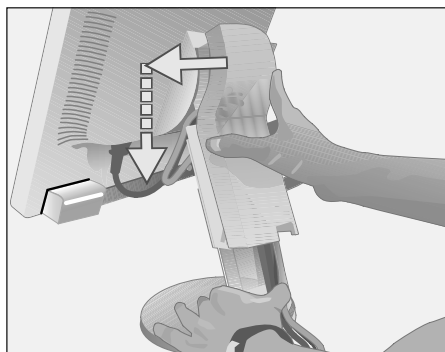

Abbildung D.1
9. Halten Sie alle Kabel fest, und setzen Sie die Kabelabdeckung auf den Fuß (**Abbildung D.1**). Zum Entfernen heben Sie die Kabelabdeckung an, wie in **Abbildung D.2** dargestellt.